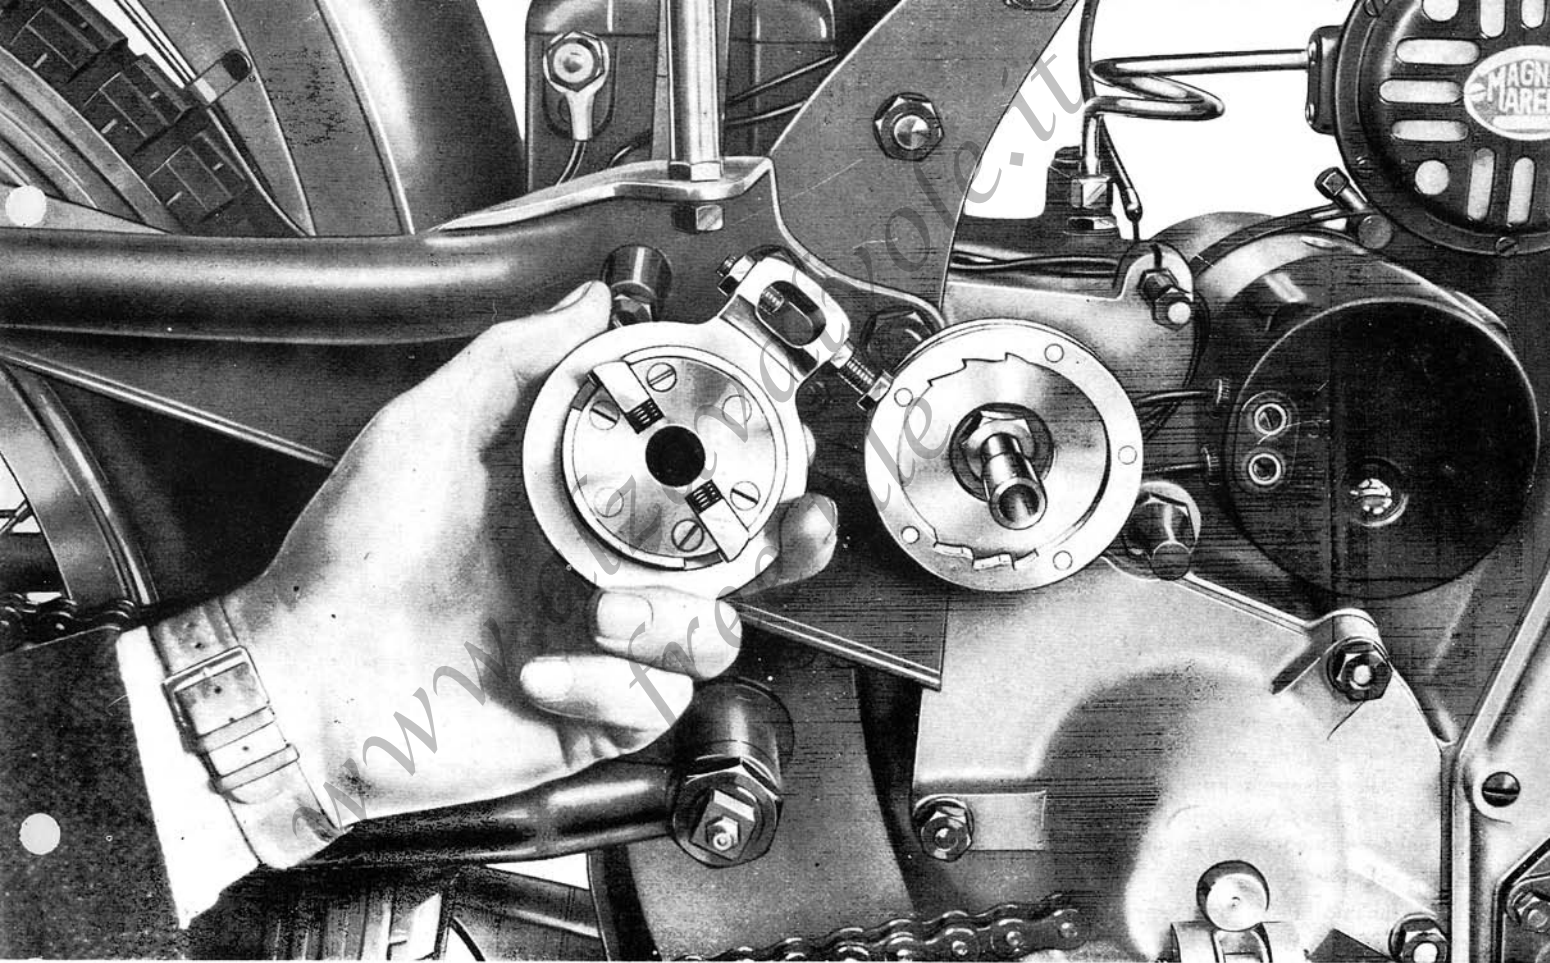

Fig. 6 - Come si smonta il selettore per comando marce
- il selettore completo dell'albero comando cambio (vedere fig. 6);